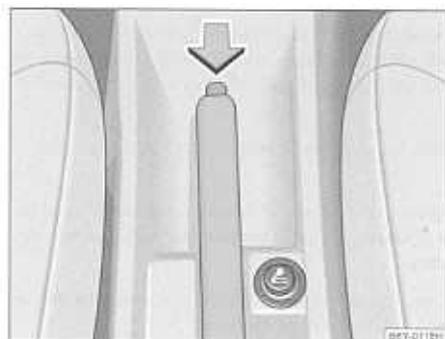

Fig. 85 Consola central: Freno de mano
- Levante ligeramente la palanca del freno de mano y pulse a la vez el botón de bloqueo → fig. 85.